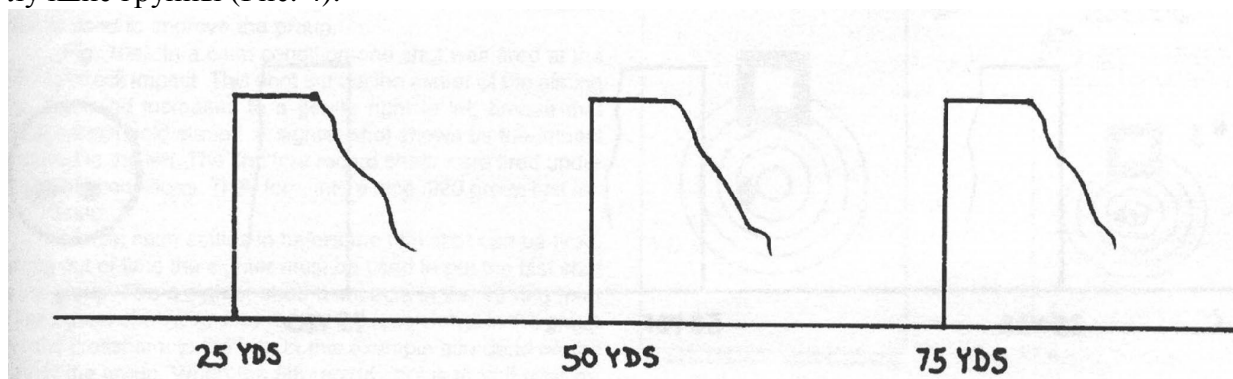

Рис. 4
2. Когда пуля отклоняется позже по пути своего полета, она не проводит так много времени и точки попадания будут находиться ближе к точке прицеливания. Конечно, это довольно коварно, когда в передней части стрельбища и в дальней ветер дует несколько иначе. Чтобы стрелять ваши лучшие группы, в начале попробуйте стрелять при таком положении, когда все флаги показывают одно и то же движение ветра. Даже по мере приобретения вами опыта в стрельбе групп, стрельба при устойчивых условиях производит лучшие группы (Рис. 4).